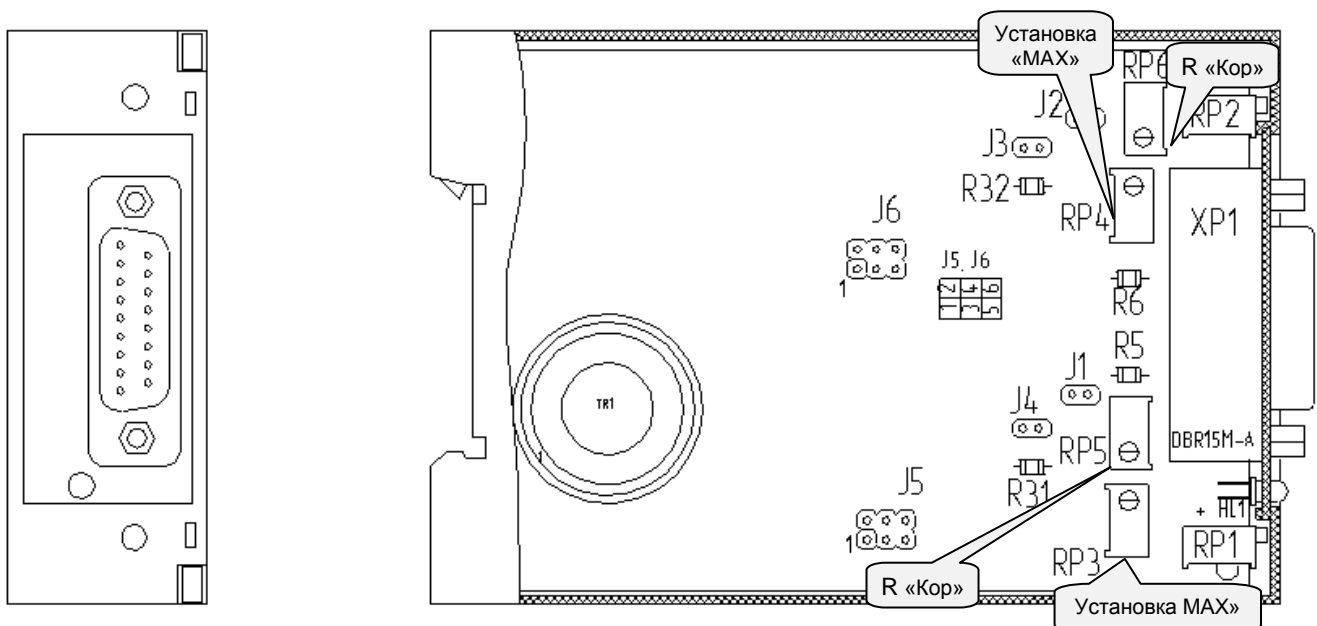

Рисунок 4.2 - Схема расположения органов регулирования и элементов перестройки БПО-32
4.2.4 Для изменения настроек БПО-32 на другие входные/выходные сигналы используйте рисунок 4.2 и таблицы 4.1, 4.2, 4.3.